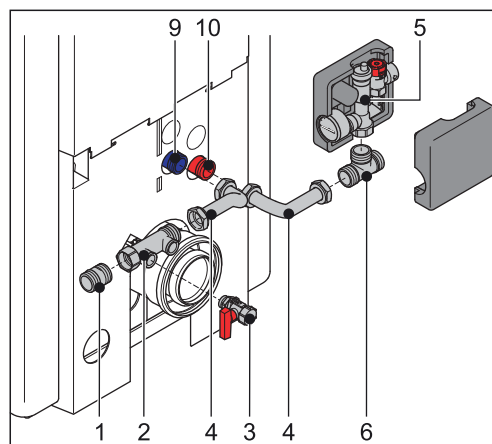

Figura 8-2 Montaggio gruppo di sicurezza SBG A1 (legenda v. figura 8-1)
- Montare i componenti del gruppo di sicurezza SBG A1 al raccordo di mandata e ritorno, come indicato in figura 8-2 ROTEX A1.